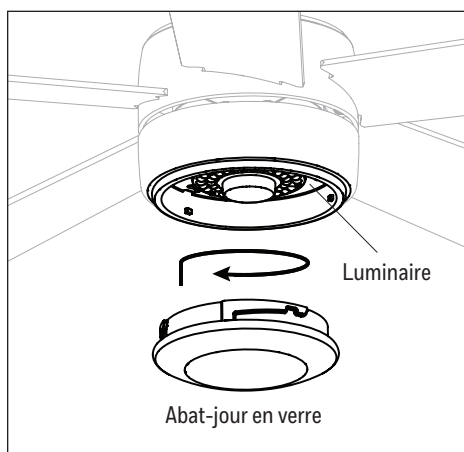

Figure 5.6
6. Fixez l'abat-jour en verre au luminaire en tournant l'abat-jour en verre dans le sens des aiguilles d'une montre jusqu'à ce qu'il soit fermement fixé au luminaire. **MISE EN GARDE :** Évitez de déformer le filetage en installant l'abat-jour en verre. Si l'abat-jour en verre fait l'objet d'une installation inadéquate, il pourrait être difficile à retirer ou même tomber, au risque de causer des blessures graves. (Figure 5.6).